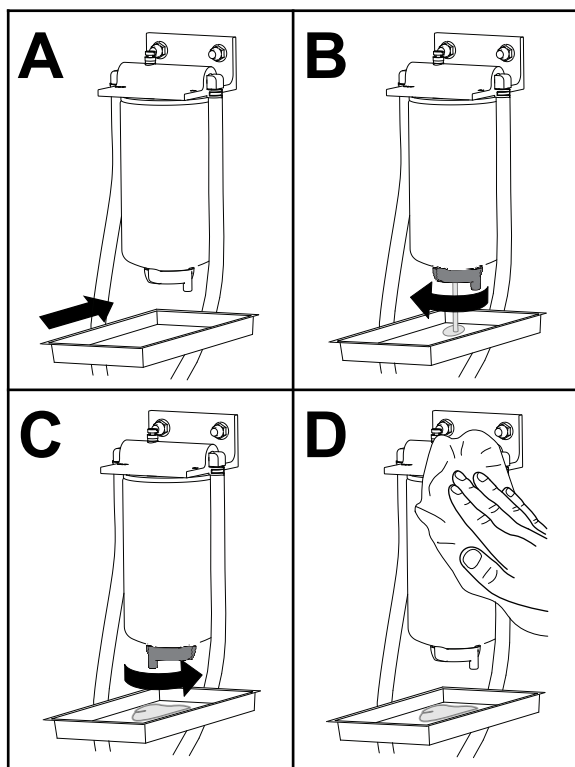

Figure 53
1. Faites l'entretien du séparateur carburant-eau comme montré à la Figure 53.
1. Remplacez le séparateur carburant-eau comme montré à la Figure 53.